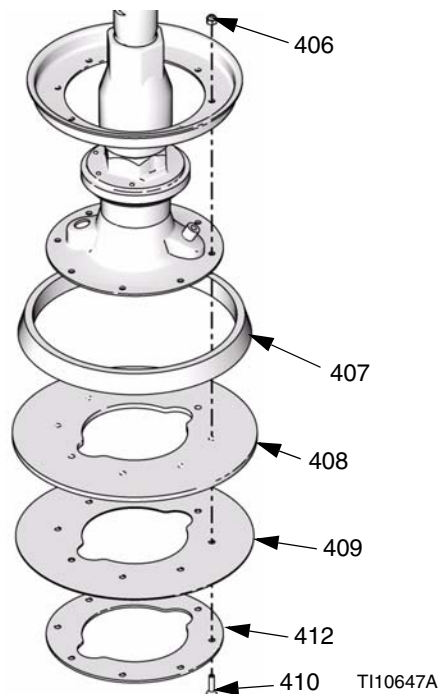
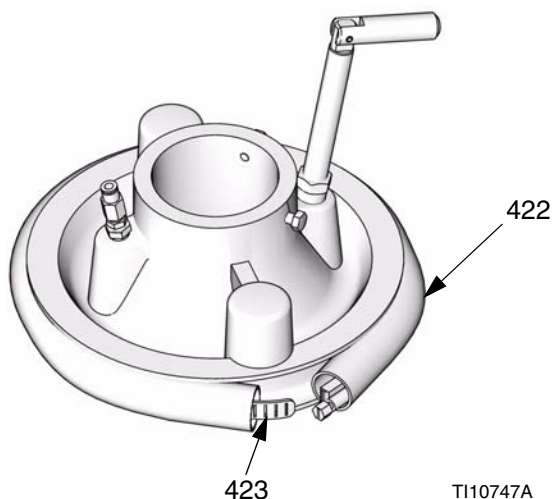

FIG. 14
FIG. 16
1. Pour les racleurs plats, voir FIG. 14 :
- a. Retirer les vis (410), les écrous (406) et les attaches de retenue (412).
- b. Séparer les racleurs (408), la plaque (409) et l'entretoise (407).
- a. Fixer le racleur (408), la plaque (409), l'entretoise (407) et l'attache de retenue (412) à l'aide des vis (410) et des écrous (406).
- b. Eviter de trop serrer les vis (410) pour ne pas déformer la plaque (409).
2. Pour les racleurs en caoutchouc, uniquement sur les modèles 255659, voir FIG. 16 :
- a. Enfiler la roue à vis sans fin (423) dans le nouveau racleur (422).
- b. Insérer l'extrémité de la sangle dans l'attache (423) et serrer.
- c. Utiliser un maillet en caoutchouc pour enfoncer le racleur (422) autour de la plaque (414) jusqu'à ce que les extrémités du racleur soient positionnées bout à bout sans laisser d'espace.
- d. Verser du lubrifiant sur le racleur (422). Le lubrifiant doit être compatible avec le produit pompé. Vérifiez auprès de votre fournisseur de produit.